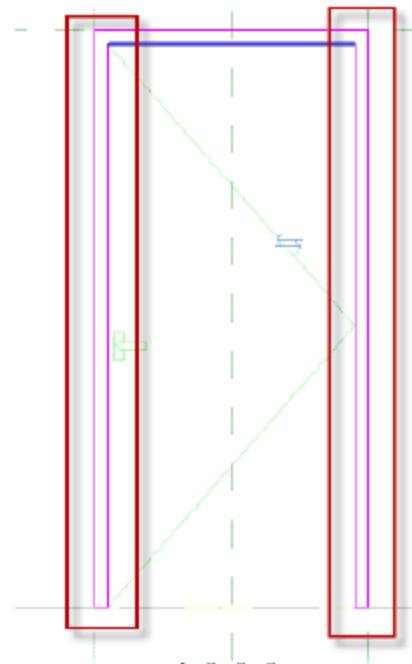

图 6.1.126 绘制门框
(9) 绘制门框。选择“创建”→“拉伸”命令, 进入“修改 | 编辑拉伸”界面, 用菜单中的绘制工具绘制门框, 绘制完成后, 单击√按钮, 完成绘制, 如图 6.1.126 所示。